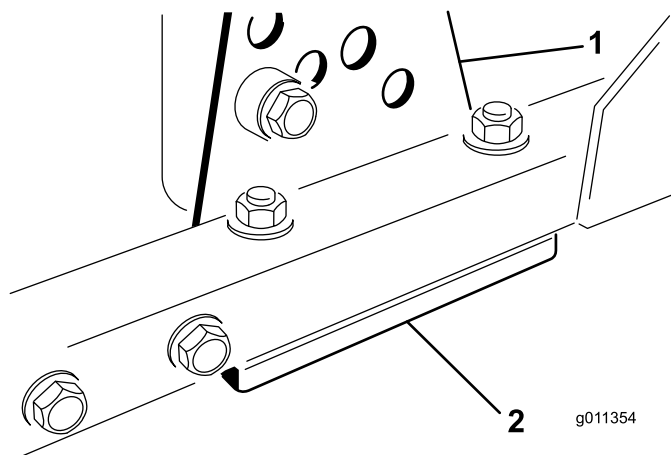

Рисунок 75
- Снимите кронштейн высоты скашивания (передний, левый или правый) с рамы деки (Рисунок 75).
- Установите регулировочные прокладки толщиной 1,5 мм и/или 0,7 мм между рамой деки и кронштейном, чтобы получить необходимую настройку высоты (Рисунок 75).